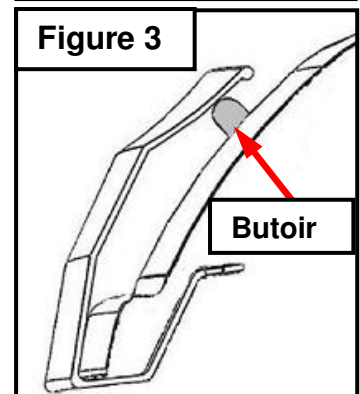

Figure 3
6. Installez les butoirs en caoutchouc sur le capot original ou les coins du protecteur de capot sont les plus près du capot. (**Figure 3**) **Nettoyez la surface avec de l'alcool isopropylique et enlevez l'endos protecteur du butoir pour ensuite l'appliquer sur le capot.**